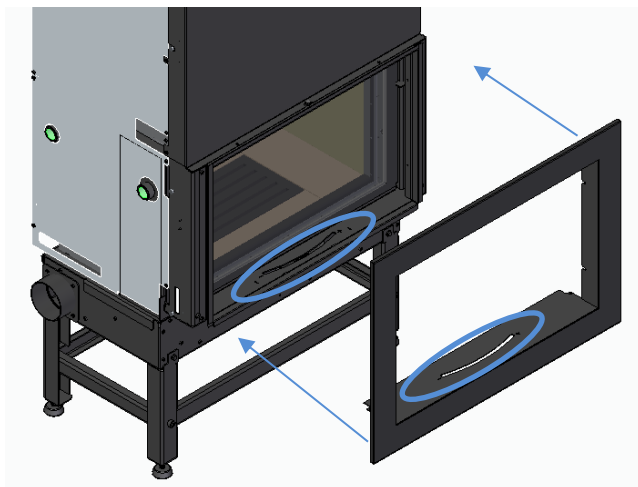

Figura 46
- b) Colocar o aro sobre o equipamento tal como se mostra na Figura 46. No caso dos modelos M700, M850 e M1100, certificar-se de que os canais coincidem na parte interna inferior para poder regular a entrada de ar sem dificuldade.